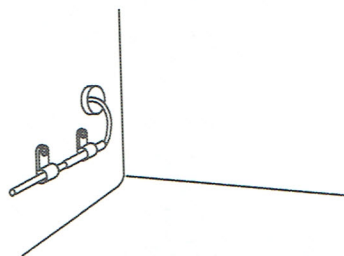

図 20
7. 記録計取付金具(MPR-S7:別売品)に同梱されているクリップを用いて、フリーザ用の記録計のセンサをフリーザ左側面の取付孔に固定します。(図 20)